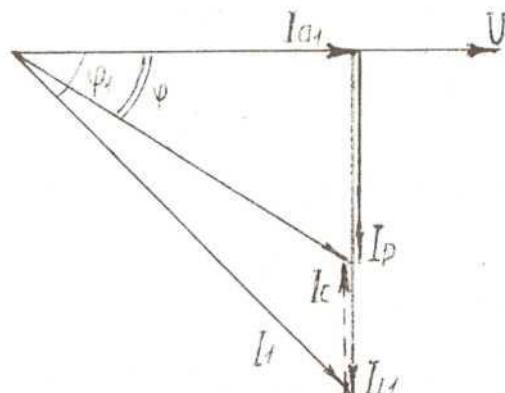

Рис.18
11) Построение векторной диаграммы токов и напряжения (рис.18). Масштаб тока в условии не указан, следует им